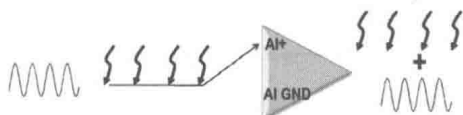

图 16-25 单端与共模干扰
(2) 抑制共模噪声。如图 16-25 所示,使用单端测量,噪声会进入单条通道中。而采用差分测量方式,噪声将分别被引入 +/- 两个通道中(如图 16-26 所示),因此被成功抑制。